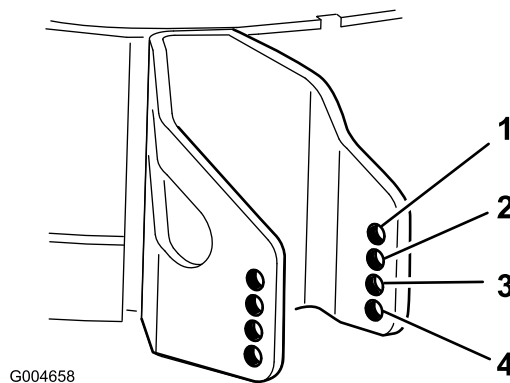

Figura 27
- Scegliete il foro in modo da posizionare il rullo antiscalpo all'altezza di taglio corrispondente più vicina all'altezza richiesta (Figura 27).